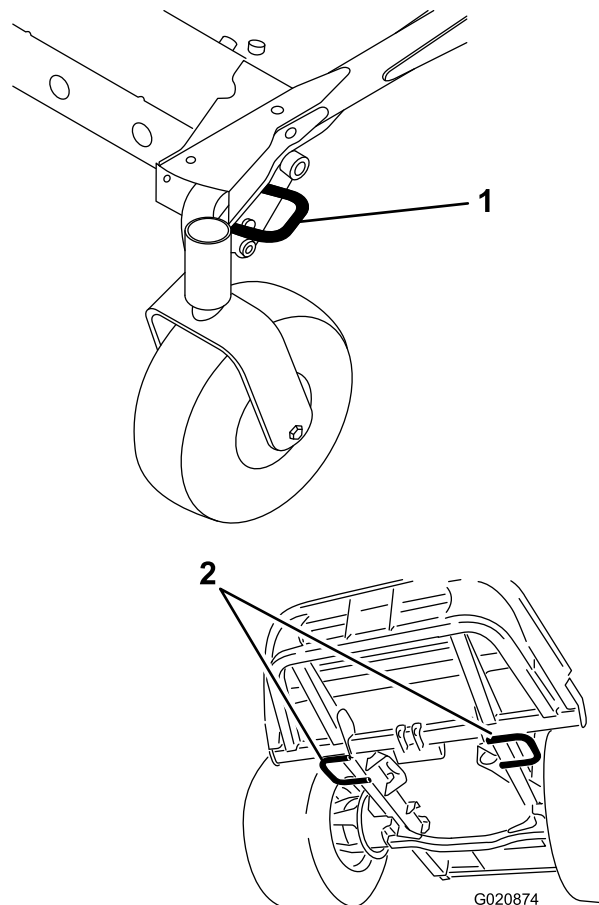

Рисунок 36
- Надежно закрепите машину на прицепе или грузовике ремнями, цепями, тросами или веревками согласно требованиям местных правил уличного движения в вашей местности (Рисунок 36).